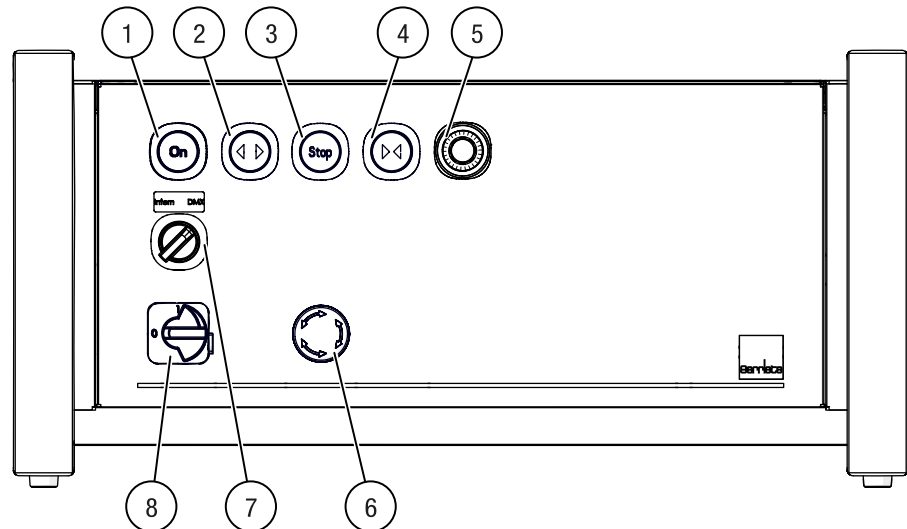

Abb. 25: Vorderseite – Steuerung G-FRAME 54
Die Steuerung ist je nach Ausführung für feste oder variable Fahrgeschwindigkeit erhältlich. Bei der Ausführung mit fester Geschwindigkeit entfällt das Potentiometer (5/Abb. 25).
- Leuchtmelder Steuerung „ON“ (1/Abb. 25): Zeigt den Betriebszustand der Steuerung.
- Taste „Auf“ (2/Abb. 25): Das System bewegt sich in Fahrtrichtung „Auf“.
- Taste „Zu“ (4/Abb. 25): Bewegt das System in die Gegenrichtung.
- Taste „STOP“ (3/Abb. 25): Stoppt die Bewegung sofort.
- Potentiometer (5/Abb. 25): Ermöglicht die Reduzierung der Fahrgeschwindigkeit gegenüber der maximalen Geschwindigkeit.
- Not-Aus-Schalter (6/Abb. 25): Trennt im Notfall die Steuerung vom Stromnetz.
- Umschalter intern/DMX (7/Abb. 25): Wählt zwischen lokaler Bedienung und externer Ansteuerung.